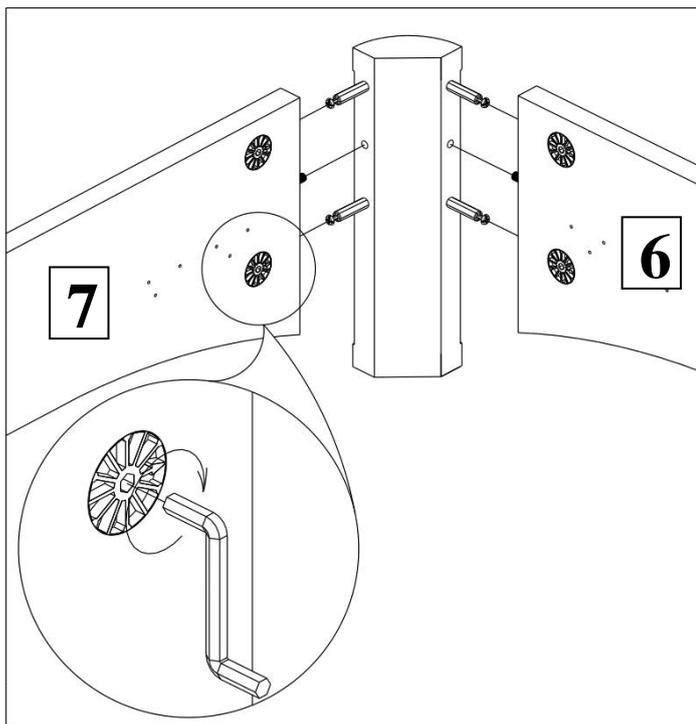

Рисунок 7.
7. Используя эксцентрики max-i-system прикрепите деталь (поз. 9) к деталям (поз. 6, 7). Аналогично прикрепите деталь (поз. 9) к деталям (поз. 6, 8). См. рисунок 7.